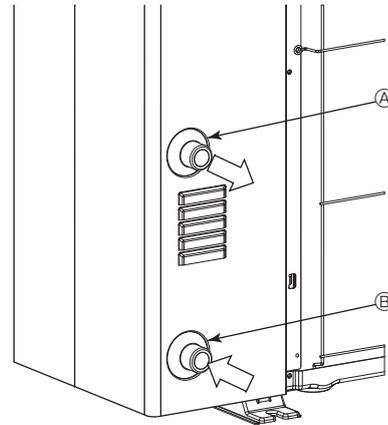

Fig. 5-1
5.1. Σύνδεση σωληνώσεων νερού (Fig. 5-1)
- Η θέση των σωληνών εισαγωγής και εξαγωγής φαίνεται στην Fig. 5-1.
[Fig. 5-1]